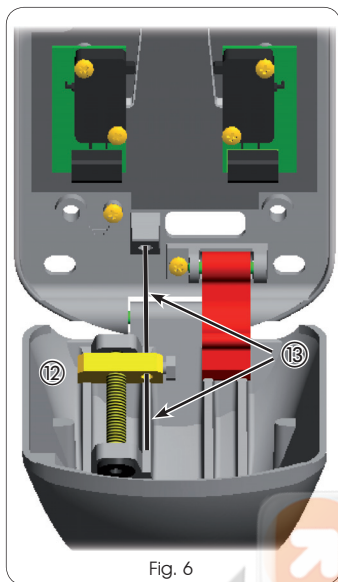

Fig. 6
6. Inserire il cavo di sblocco senza guaina all'interno dell'apposito foro come indicato in Fig.6 rif. 13), attraversando anche il tensionatore (rif. 12);
7. Prima di serrare il cavo di sblocco sul tensionatore portare il tensionatore stesso a fine corsa come mostrato in Fig.6 rif 12) agendo sulla testa della vite di regolazione con una chiave esagonale;
- Fit the release cable, without a sheath, inside the hole as shown in Fig. 6 ref. ⑬, crossing also over the tensioning device ( ref. ⑫ );
- Before you tighten the release cable on the tensioning device, take the device to the travel limit, as shown in Fig. 6 ref. ⑭, turning the head of the adjusting screw with a hexagon wrench;